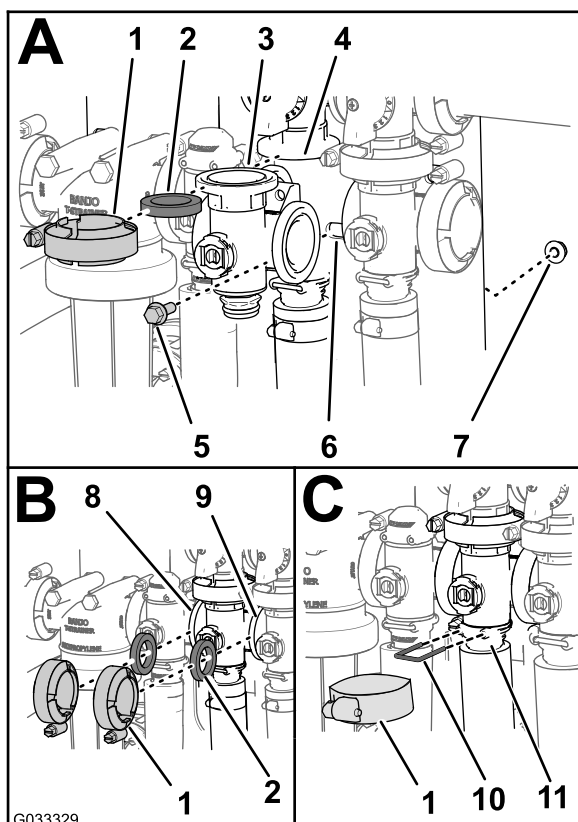

Рисунок 81
1. Совместите фланец коллектора клапана перемешивания, 1 прокладку и фланец перепускного клапана перемешивания (Рисунок 81А).
- Смонтируйте перепускной клапан перемешивания, прокладку и коллектор клапана перемешивания с помощью хомута, затянув его от руки (Рисунок 81А).
- Установите прокладку между фланцами клапана управления нормой внесения и коллектором клапана перемешивания (Рисунок 81В).
- Смонтируйте прокладку и коллектор клапана перемешивания с помощью хомута, затянув его от руки (Рисунок 81В).
- Установите прокладку между фланцами коллектора клапана перемешивания и главного клапана секций (Рисунок 81В).
- Смонтируйте коллектор клапана перемешивания, прокладку и главный клапан секций с помощью хомута, затянув его от руки (Рисунок 81В).
- Смонтируйте коллектор клапана перемешивания и гнездо с помощью хомута, затянув его от руки (Рисунок 81С).
- Прикрепите штуцер торцевой крышки к выпускному штуцеру, вставив держатель в гнездо выпускного штуцера (Рисунок 81С).